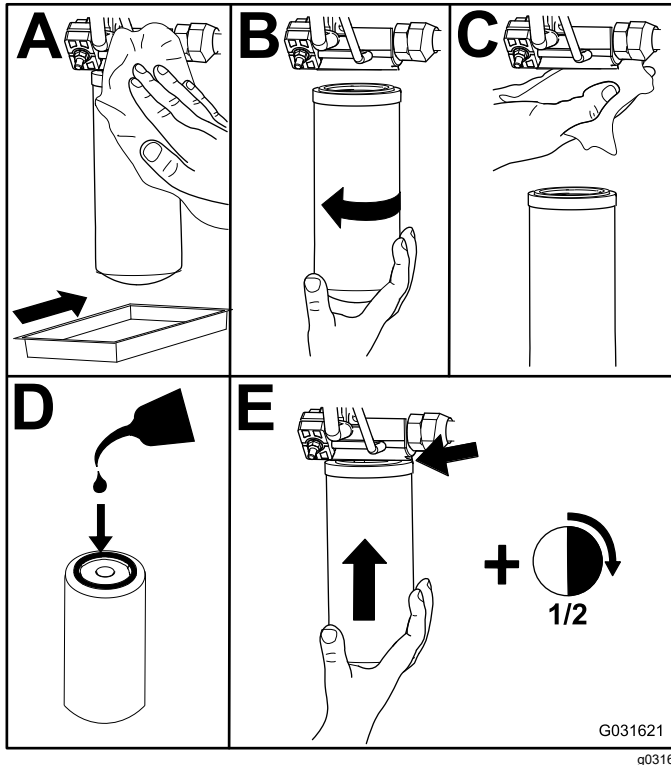

Figure 79
2. Remplacez le filtre hydraulique de charge au niveau du compartiment de levage hydraulique, comme montré à la Figure 79.
4. Remplacez le filtre de retour du côté droit de la machine (Figure 79).